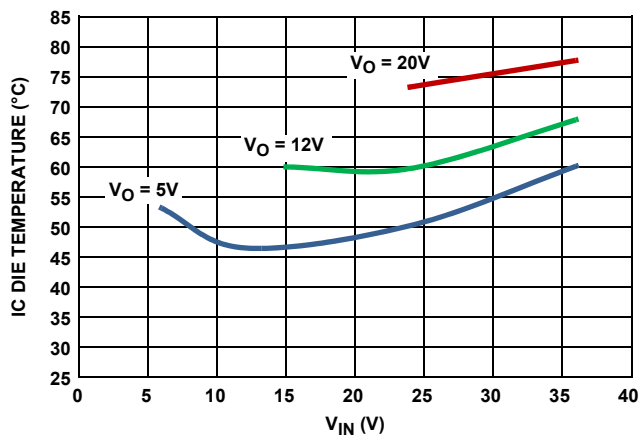

図 11. 周囲温度 +25 °C のときの IC ダイ温度、
- 放熱の観点では、IC 内部の電力損失によって、ダイ温度が +125 °C を超えないようにしなければなりません。異なる条件で動作させた本 IC の発熱特性を図 10 と図 11 に示します。